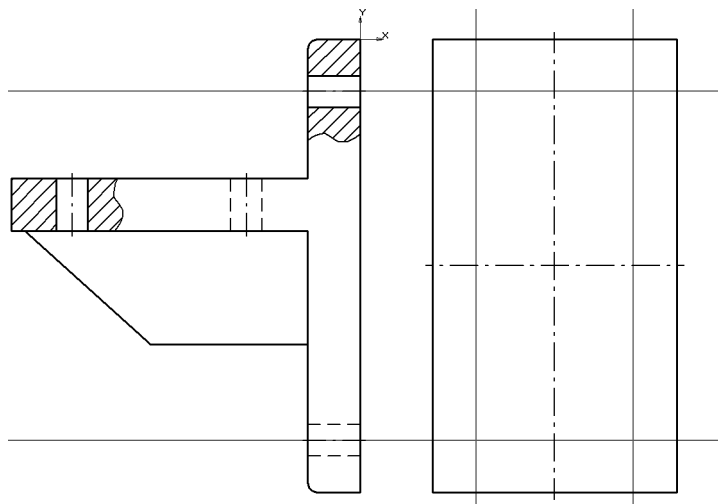

Рис. 54.21. Вспомогательные построения
- 2.2. Постройте две горизонтальные вспомогательные прямые, проходящие через осевые линии отверстий на главном виде (рис. 54.21).